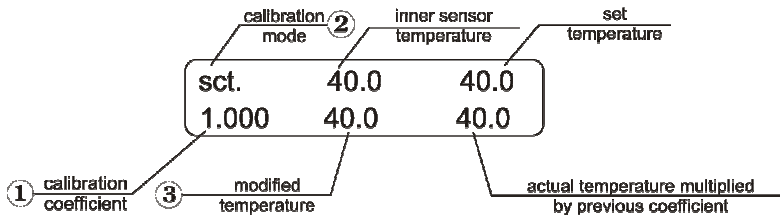

Abb. 4 Steuerung im Kalibriermodus
- 5.2. Um den Kalibrierungskoeffizienten einzugeben, halten Sie die Taste **TIME-RUN/STOP** (Zeit-Laufen/Stopp) (Abb. 2/5) länger als 8 Sek gedrückt, um den Kalibrierungsmodus zu aktivieren. Der Kalibrierungskoeffizient erscheint auf dem Display (Abb. 4/1).
- 5.3. Stellen Sie den Wert 1.000 mithilfe der Tasten **▲** und **▼RPM** ein (Abb. 2/3), um die Werkseinstellungen wiederherzustellen, wie in Abb. 4/1 zu sehen ist.
- 5.9. Halten Sie die Taste **TIME-RUN/STOP** (Zeit-Laufen/Stopp) (Abb. 2/5) länger als 8 Sek gedrückt, um den Kalibrierungsmodus zu aktivieren. Folgende Parameter erscheinen auf dem Display (Abb. 4):